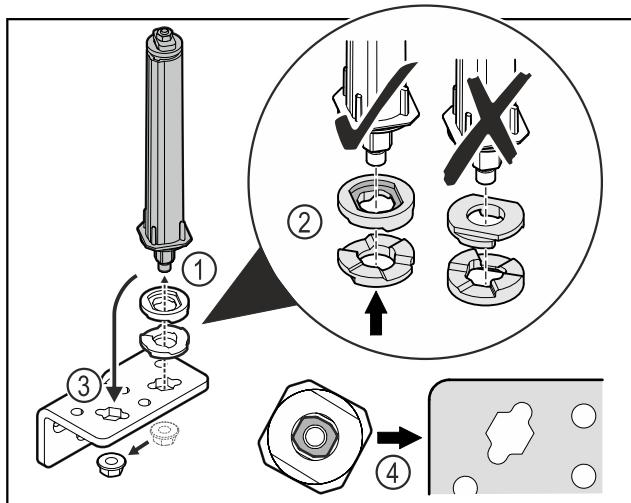

Fig. 39
- Lironi dadon dhe hiqni sistemin e mbylljes së derës Fig. 39 (1).
- Bëni kujdes për orientimin e saktë të rondelave të rregullimit të lartësisë Fig. 39 (2).
- Ktheni sistemin e mbylljes së derës në profilin e menteshës në anën tjetër dhe shtrëngojeni atë me dado Fig. 39 (3).
- Gjatë vendosjes, bëni kujdes për orientimin e saktë të sistemit të mbylljes së derës Fig. 39 (4).